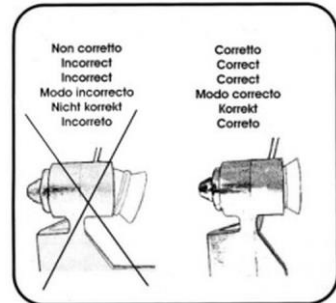

Fig. 15
16. Skub sugelhættens tætning dybt ind i spiralhovedet. Sørg for, at hættetætningen er placeret korrekt som vist i fig. 15.